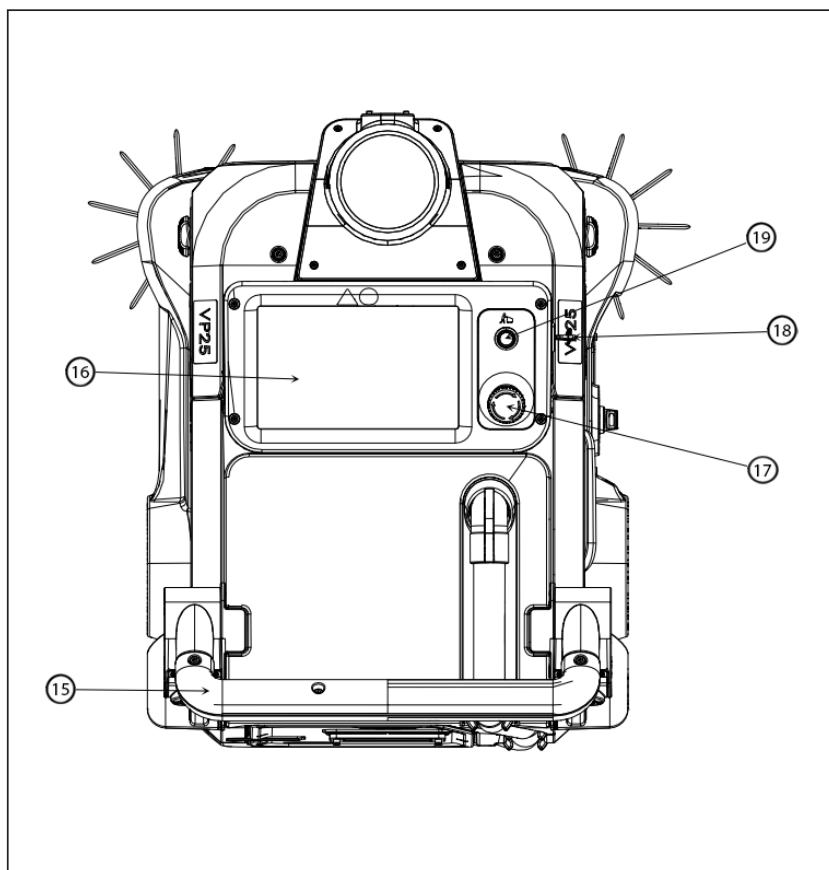

Abbildung 3
2. Stecken Sie den Schlüssel in den Schlüsselschalter (18) (Abb. 3).
2. Blaues Licht an der Taste zum Sperren/Entriegeln der Räder (19) (Abb. 3) zeigt an, dass die Räder gesperrt sind.
Der Touchscreen **(16) (Abb. 3)** wird zur Bedienung der Maschine verwendet. Jedem VP25-Benutzer wird eine eindeutige „Benutzer-ID“ und PIN für die Verwendung mit dem Touchscreen zugewiesen. Sie müssen eingeloggt sein, um das Gerät bedienen zu können.